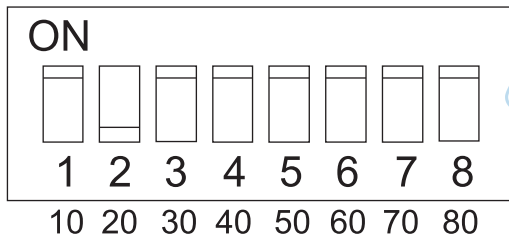
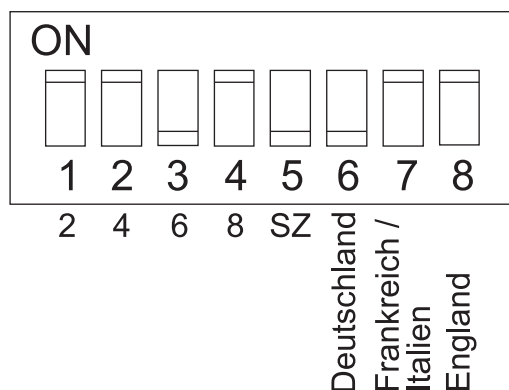

Abb. 3: Rohwasserhärte Zehnerstelle (DIP-Schalter 20)
Abb. 4: Rohwasserhärte Einerstelle (DIP-Schalter 21)
- Änderung der voreingestellten **Rohwasserhärte**: Die Rohwasserhärte Ihres Leitungswassers muss an der elektronischen Schaltung eingestellt werden (siehe DIP-Schalter 20 u. 21, Abb. 3 u. 4).
Mit Hilfe der beiden DIP-Schalter 20 und 21 wird dieser Wert an der elektronischen Schaltung eingestellt. Hierzu wird mit dem DIP-Schalter 20 (siehe Abb. 3) die Zehnerstelle und mit den Kontakten 1 bis 4 des DIP-Schalters 21 (siehe Abb. 4) die Einerstelle der Rohwasserhärte eingestellt.
(siehe Abb. 4). Die Summe aus der Zehner-Stelle und der Einer- Stelle beträgt in diesem Fall $20 \text{ }^\circ\text{dH} + 6 \text{ }^\circ\text{dH} = 26 \text{ }^\circ\text{dH}$.